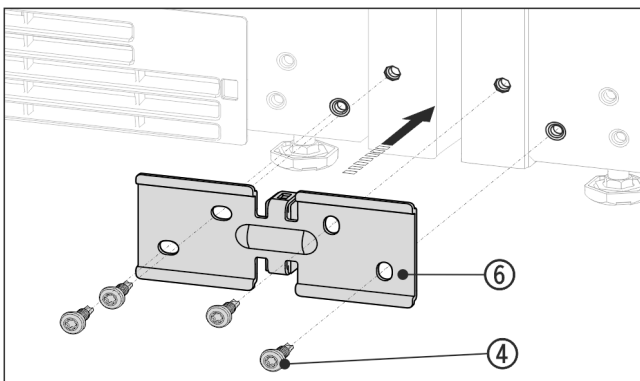

Fig. 12 Beispielhafte Darstellung
- Winkel Fig. 12 (6) mit dem Distanzstück zwischen die Geräte schieben und mit 4 Schrauben Fig. 12 (4) lose anschrauben.